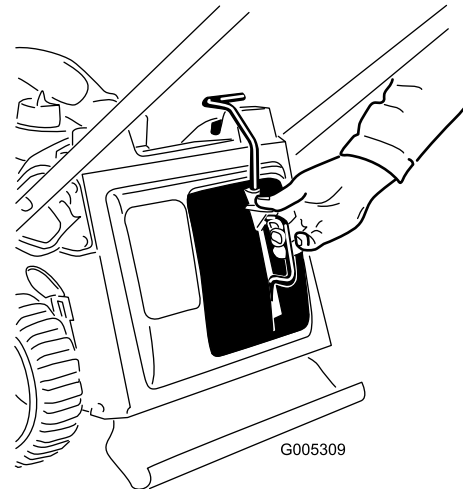

**Bild 8**
1. Setzen Sie den Mulchverschluss in die Maschine ein, wenn er nicht schon eingesetzt ist (Bild 8).